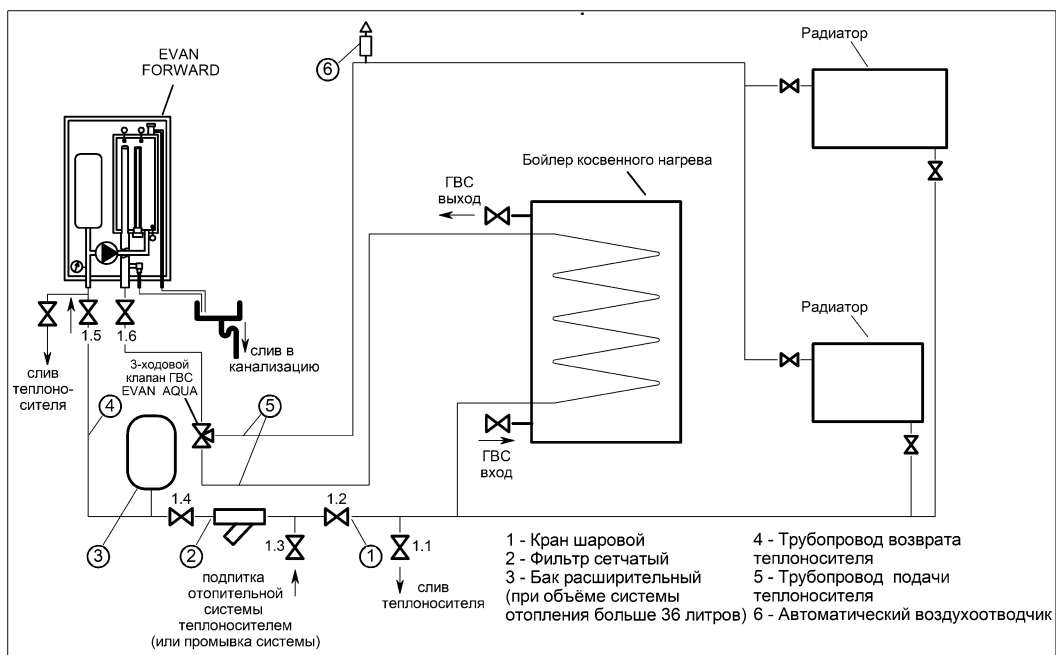

Рисунок 4. Типовая гидравлическая схема системы отопления
4.2.2 . Рекомендуемая типовая гидравлическая схема приведена на рис. 4. В системе отопления должны быть обязательно установлены:
5.2.2 Описание действий в п.5.2, п.5.3, п.5.4 выполнено по типовой гидравлической схеме приведённой на рис. 4.